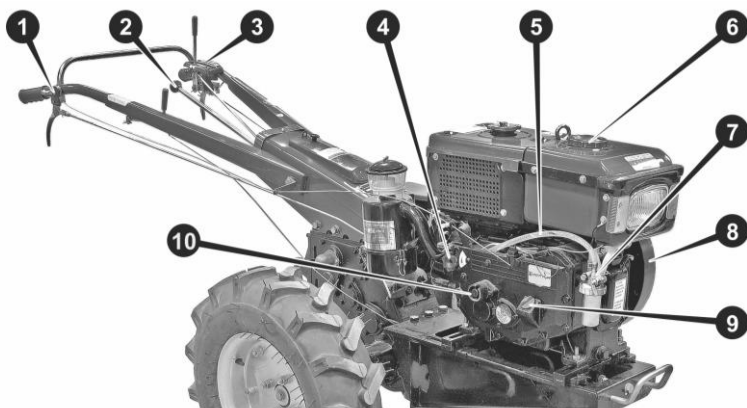

Рисунок 36. – Пробний запуск
3. Встановити важіль зчеплення (3) у положення «ВИМК». Важіль перемикачів передач (2) встановити у нейтральне положення.
4. Перевірити, щоб гайка-баранчик (4) не була затиснута. Встановити важіль ручного газу (1) на максимум (вгору). Відкрити паливний кран (7), переконавшись у відсутності підтікання палива.
5. Дістати з інструментального ящика пускову рукоятку (11) і вставити у спеціальне гніздо (10) на кришці картера двигуна. Рукоятка повинна виступати храповика зафіксуватись на пусковому валу.
6. Щоб створити потрібний тиск палива на форсунці, треба повернути лівою рукою важіль декомпресора (12) у крайнє положення, до упору, а правою плавно обертати рукоятку (11) за годинниковою стрілкою – зробити кілька обертів.
7. Утримуючи декомпресор (12) у повернутому положенні, з прискоренням розкручувати маховик (8), максимально збільшуючи оберти. Коли через 5-7 обертів рукоятки швидкість обертання маховика стане максимальною, зробити посиленний ривок рукоятки і одночасно відпустити декомпресор.
8. Відразу як тільки двигун заведеться, повернути рукоятку (11) до інструментального ящика.
9. Через 5-10 секунд після запуску двигуна встановити важіль ручного газу (1) на середні оберти. Для контролю працездатності двигуна достатньо дати йому попрацювати 1-2 хвилини.
11. Щоб заглушити двигун, встановіть важіль ручного газу (1) в мінімальне положення, після цього необхідно відразу закрити паливний кран (7) (див. рис. 36.)